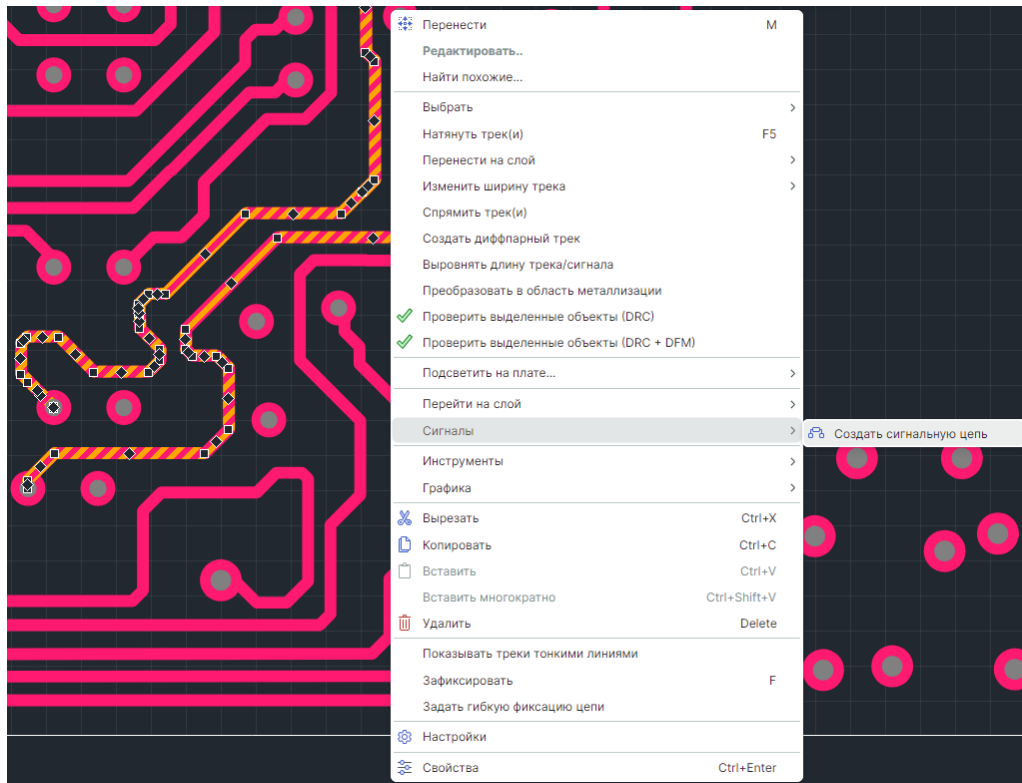

Рис. 355 Предопределение сигнальной цепи на печатной плате
2. Из контекстного меню выберите «Сигналы» → «Создать сигнальную цепь», см. Рис. 355.